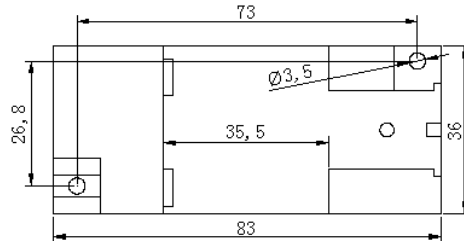

图 5 产品安装尺寸
- ③ 使变送器卡口套在安装导轨上;
- ④ 松开弹簧销, 变送器即卡在安装导轨上。
- ① 按图 5 中的螺孔位置在固定板上攻丝 M3 螺钉孔;
- ② 使用 M3 的螺钉拧入螺钉孔中固定;